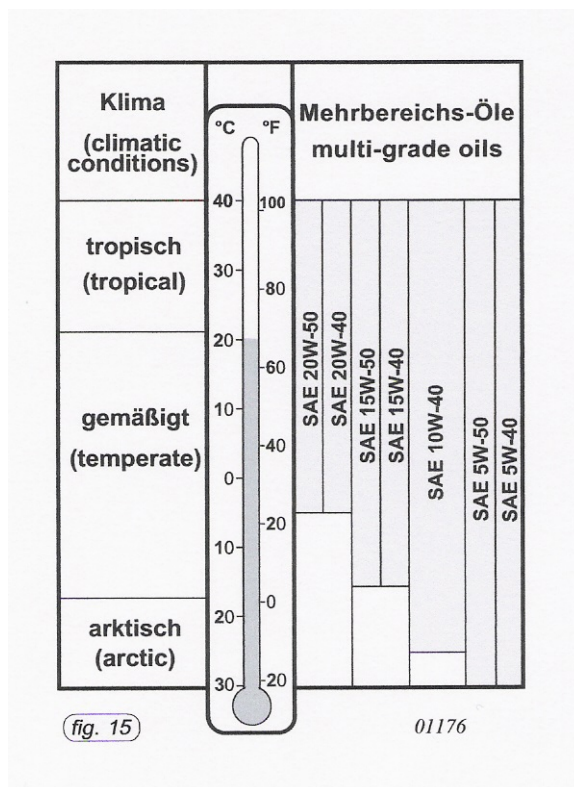

Fig. 15
**Tabela de Lubrificantes** (Ver fig. 15)